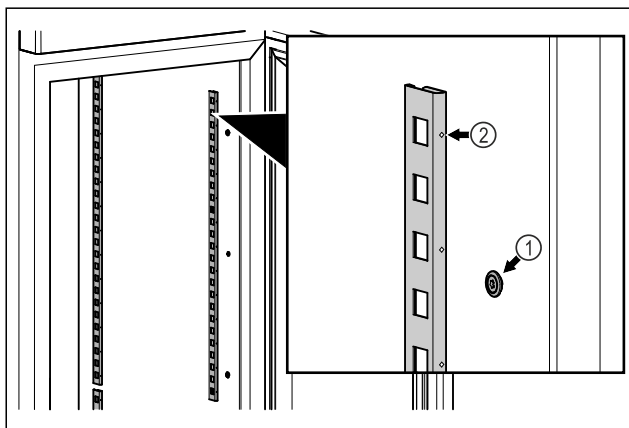

Fig. 48 Primjer izgleda
- ▶ Zakvačite letvice u ovjes Fig. 48 (1). Oznaka Fig. 48 (2) mora biti okrenuta prema naprijed.